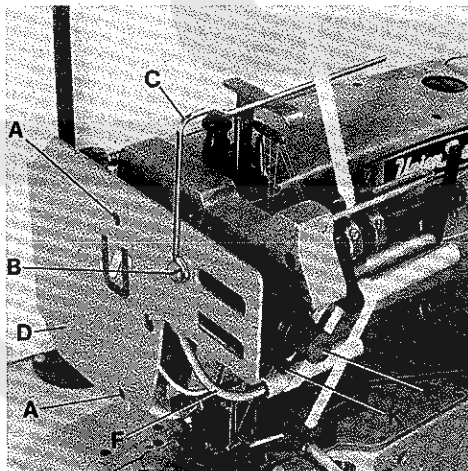
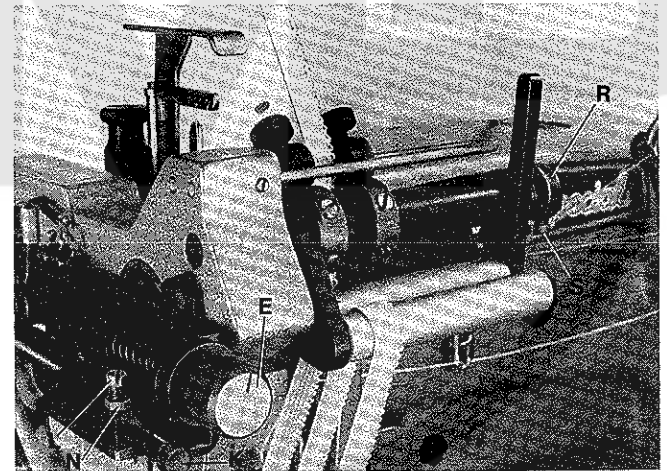
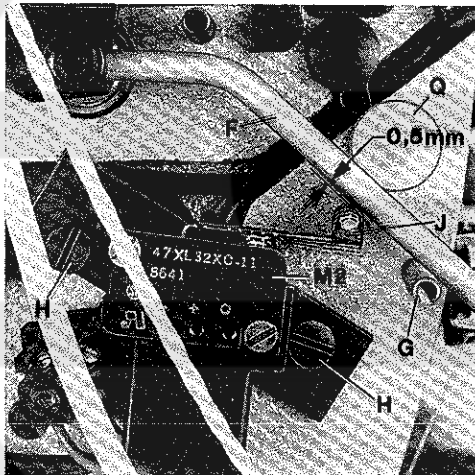

Fig.55
Fig.56
Fig. 57
The tension of lace or elastic is adjusted with thumb screw (E, Figs. 55 and 56). Turning thumb screw (E) clockwise increases the tension and causes ruffling. Turning thumb screw (E) counterclockwise decreases the tension for even flat attaching of lace or elastic.
The second lace or elastic tension on the two stage metering device is selected while sewing with a knee valve actuated air cylinder. The tension is adjusted with thumb screw (K, Figs. 55 and 56), by changing the travel length of the piston of the cylinder. Loosen lock nut (N, Fig. 56) and screw (L). Turning thumb screw (K, Figs. 55 and 56) counterclockwise increases the tension, turning clockwise decreases the tension. Retighten the screw and lock nut.
Die Spannung von Spitze oder Gummiband wird mit der Rändelschraube (E, Fig. 55 und 56) eingestellt. Drehen der Rändelschraube (E) im Uhrzeigersinn erhöht die Spannung und bewirkt Rüschen. Drehen der Rändelschraube (E) im Gegenuhrzeigersinn verringert die Spannung zum glatten, flachen Annähen von Spitze oder Gummiband.
Die zweite Spitzen- oder Gummibandspannung wird bei der zweistufigen Zumeßeinrichtung während des Nähens mit einem durch Knieventil betätigten Luftzylinder gewählt. Die Spannung wird, durch Verändern des Kolbenweges des Zylinders mit der Rändelschraube (K, Fig. 55 und 56) eingestellt. Lösen Sie die Kontermutter (N, Fig. 56) und die Schraube (L). Drehen der Rändelschraube (K, Fig. 55 und 56) im Gegenuhrzeigersinn erhöht die Spannung, drehen im Uhrzeigersinn verringert die Spannung. Ziehen Sie die Schraube und die Kontermutter wieder an.
The pressure of tension roller against the puller roller of the metering device can be changed. For setting loosen the two screws (S, Fig. 56) in collar (R). Turning collar clockwise reduces the pressure, turning it counterclockwise increases the pressure. Retighten screws (S).
For setting the micro switches turn out screws (A and B, Fig. 55) and remove lead-in wire (C) and head cover (D).
For setting the micro switch (M2, Fig. 57), actuating lever (F) must rest on roll pin (G).
Loosen the two screws (H, Fig. 57) and position the micro switch (M2) so the roller lever (J) of switch has still an end play of approx. 0,5 mm (.020 in.) (see Fig. 57) below actuating lever (F) resting on roll pin (G), in order not to damage the switch. Retighten screws (H).
The micro switch (M2, Fig. 57) is set correctly when the motor of the metering device switches on after actuating lever (F) raises from roll pin (G).
Micro switch M2, Figs. 57 and 58:
For setting the micro switch (M2, Fig. 57) actuating lever (F) must rest on roll pin (G). In this position of the actuating lever, the roller lever (J) of switch should have an end play of approx. 0,5 mm (.020 in.) downwards (see Fig. 57).
Zur Einstellung lösen Sie die beiden Schrauben (S, Fig. 56) im Stelling (R). Drehen des Stellinges im Uhrzeigersinn verringert den Druck, drehen im Gegenuhrzeigersinn verstärkt ihn. Ziehen Sie die Schrauben (S) wieder an.
Zur Einstellung der Mikroschalter drehen Sie die Schrauben (A und B, Fig. 55) heraus und entfernen den Führungsbügel (C) und den Kopfdeckel (D).
Zur Einstellung des Mikroschalters (M2, Fig. 57) muß der Schaltbügel (F) auf der Spannhülse (G) aufliegen.
Lösen Sie die beiden Schrauben (H, Fig. 57) und positionieren Sie den Mikroschalter (M2) so, daß der Rollenhebel (J) des Schalters noch etwa 0,5 mm Spiel (siehe Fig. 57) nach unten hat, wenn der Schaltbügel (F) auf der Spannhülse (G) aufliegt, damit der Schalter nicht beschädigt wird. Ziehen Sie die Schrauben (H) wieder an.
Der Mikroschalter (M2, Fig. 57) ist richtig eingestellt, wenn beim Abheben des Schaltbügels (F) von der Spannhülse (G) der Motor des Zumeßgerätes einschaltet.
Mikroschalter M2, Fig. 57 und 58:
Zur Einstellung des Mikroschalters (M2, Fig. 57) muß der Schaltbügel (F) auf der Spannhülse (G) aufliegen. In dieser Stellung des Schaltbügels soll der Rollenhebel (J) des Schalters noch etwa 0,5 mm Spiel nach unten haben (siehe Fig. 57).
The actuating lever (F, Fig. 55) effects by switching on and off the motor of the metering device with micro switch (M2, Fig. 57), that the required amount of lace respectively elastic is metered exactly under the preset tension.
Der Schaltbügel (F, Fig. 55) bewirkt durch Ein- und Ausschalten des Motors des Zumeßgeräts mit dem Mikroschalter (M2, Fig. 57), daß die benötigte Spitzen- bzw. Gummibandmenge unter der voreingestellten Spannung genau zugemessen wird.